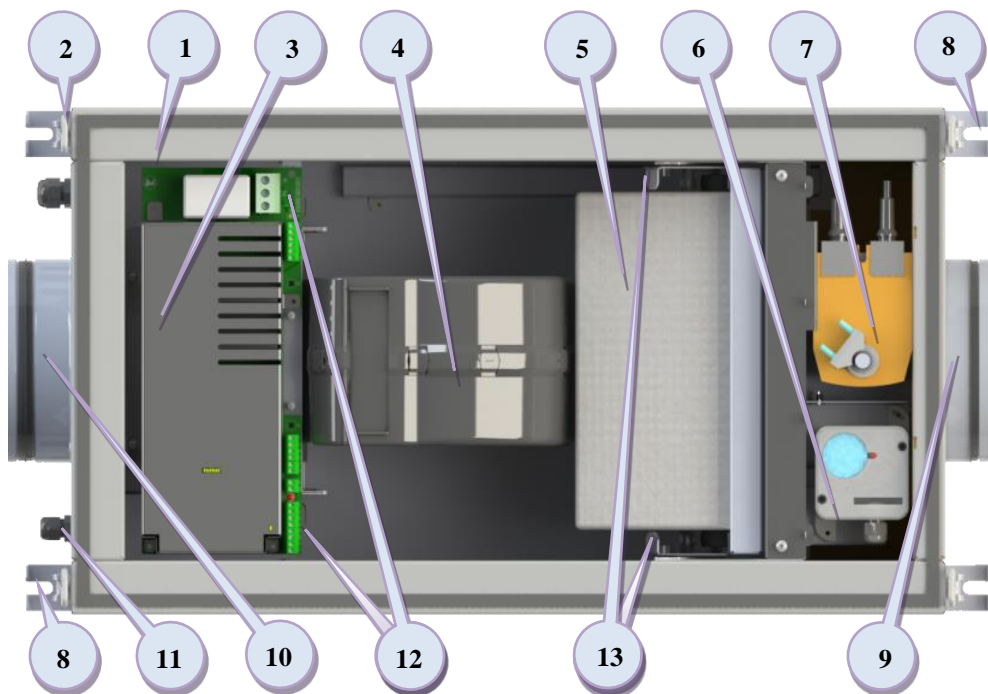

Рис. 1
Конструктивно установка (См. Рис. 1) представляет собой тепловлагозащищенный корпус (1) со съёмной с помощью 4-х замков-защелок (2) крышкой.